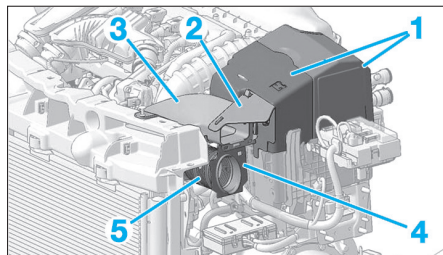

Fig. 2
- Déposer le carter de protection de batterie (1) (Fig.2).